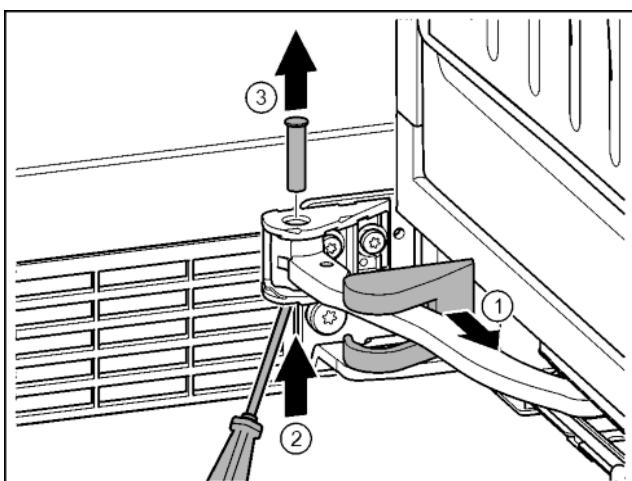

Fig. 18
- Stáhněte kryt stojanu ložiska a posuňte podél kloubu. Fig. 18 (1)
- Čep zespodu nadzvedněte prstem nebo šroubovákem. Fig. 18 (2)
- Šroubovákem zajedťte pod hlavu čepu a vytáhněte. Fig. 18 (3)